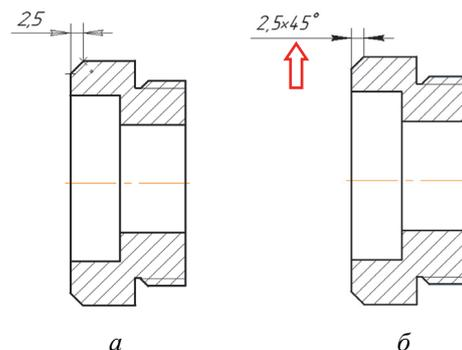
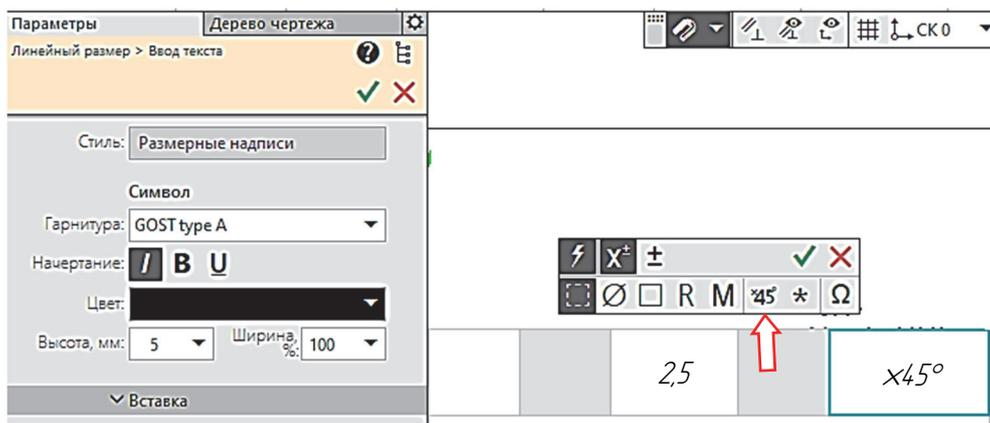

Рис. 3.2-3
Рис. 3.2-4
3. Система нанесет размер 2,5 мм, как показано на рис. 3.2-3, а. Для обозначения размера фаски нужно добавить к размеру 2,5 символы ×45°. Чтобы внести эти символы в линейный размер, необходимо после указания выносных линий и положения стрелок (Снаружи) щелкнуть левой клавишей мыши на **Панели параметров** в поле **Текст**. На появившейся дополнительной размерной вкладке (рис. 3.2-4) выбрать эти символы (разместить их справа от размерного числа, рис. 3.2-3, б).